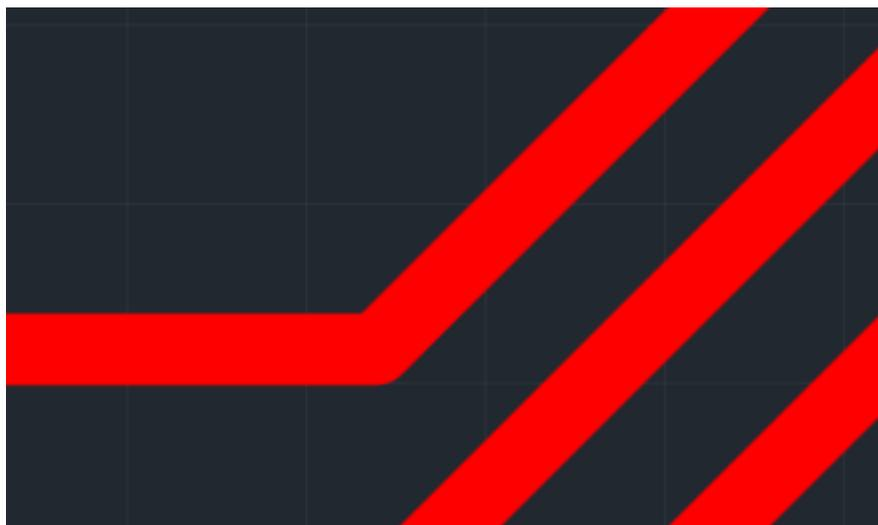

Рис. 16 Удаление скругления
2. Нажмите Delete. Скругление в выбранной вершине будет удалено, Рис. 16.